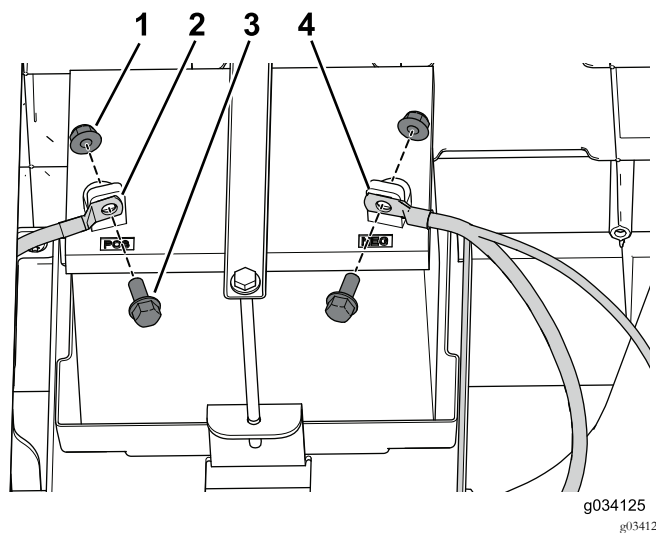

Figura 48
- Utilice el perno y la tuerca para sujetar el cable positivo (+) al borne de la batería (Figura 48).
- Utilice el perno y la tuerca para sujetar el cable negativo (-) al borne de la batería (Figura 48).